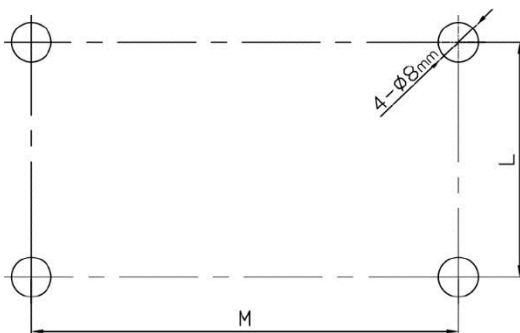
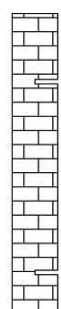

Fig 2
Fig 3
2/ Montage et installation de l'appareil: (Fig. 2, 3 & 4)
- (1) Percez les trous dans le mur en suivant le schéma de la figure 2. Assurez-vous qu'ils soient tous de niveau.
- (2) Placez des chevilles dans les trous percés. Utilisez le type de cheville correspondant à votre mur (non fournies).
- (3) Fixez les crochets muraux supérieurs à l'aide des vis (Fig 3).